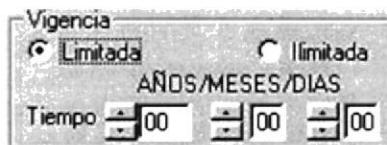

Figura 9.125 Vigencia del Trámite
9. Se selecciona la vigencia del nuevo trámite, esta puede ser Limitada o Ilimitada, sólo si elige Limitada deberá ingresar el respectivo tiempo (ver figura 9.125)